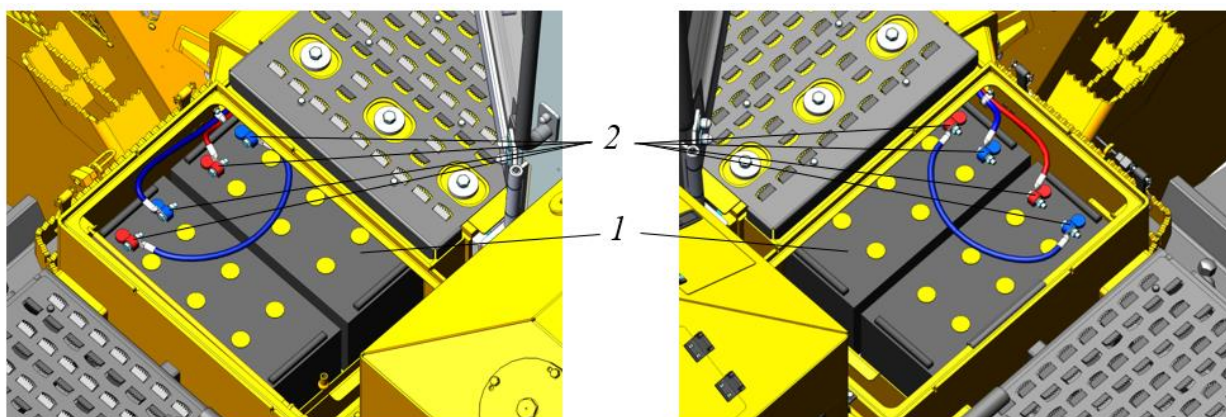

Рисунок 5.115. Размещение аккумуляторных батарей
- ▶ Снять присоединительные клеммы 2 рис. 5.115 с полюсных выводов аккумулятора.
- ▶ Извлечь аккумуляторы из аккумуляторных отсеков, рис. 5.115.
- ▶ По завершению процедуры зарядки установить АКБ в аккумуляторный отсек 1, закрепить АКБ штатным крепежом. Подключить присоединительные клеммы 2, см. рис. 5.115.